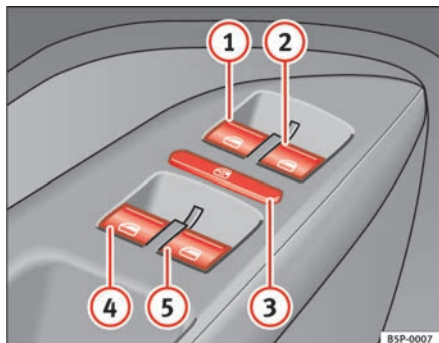

Abb. 69 Ausschnitt aus der Fahrertür: Bedienelemente für vordere und hintere Fenster
Die Tasten ⇒ Seite 107, Abb. 69 ① und ② haben zwei Stufen zum Öffnen und zwei zum Schließen des Fensters. Dadurch ist es einfacher, die Öffnungs- und Schließvorgänge zu kontrollieren.